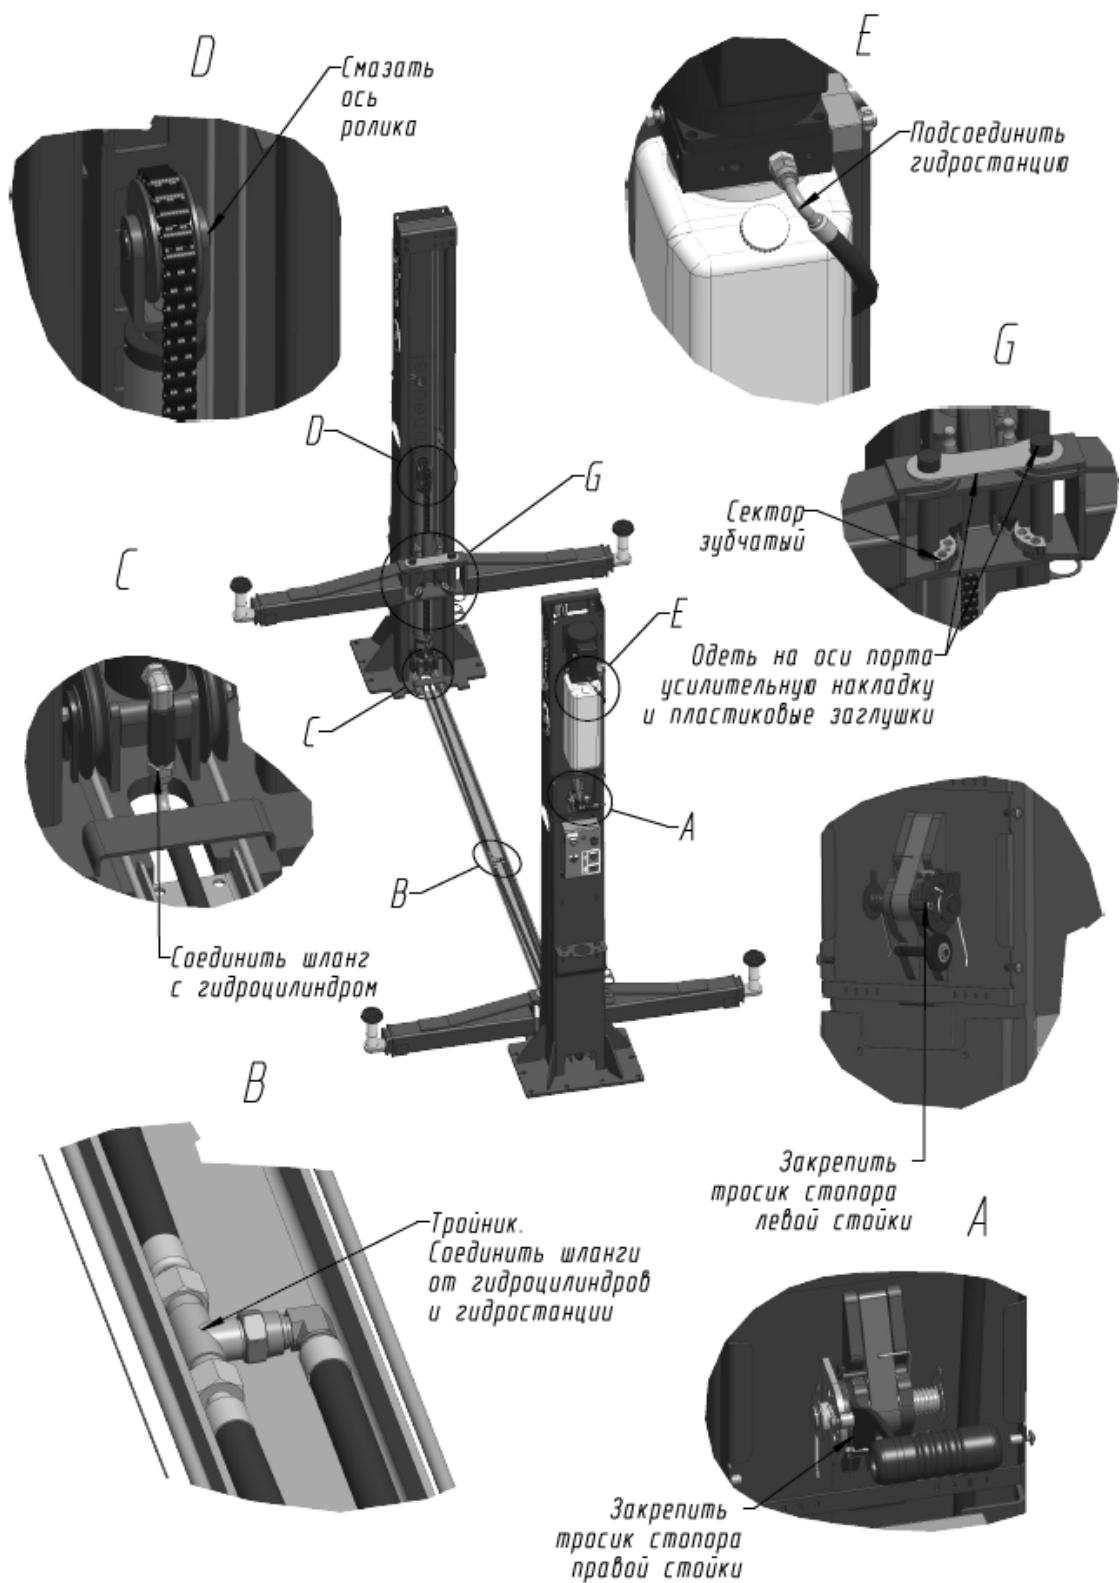

Рисунок 4 - Соединение рукавов высокого давления, точки смазки и крепление тросика стопорения.
6.5 Установить тросик системы стопорения (см. Рисунок 4). Для этого снять кожуха правой и левой стойки. Тросик системы стопорения зафиксировать на барабане правой стойки (см. Рисунок 4, вид А). Другой конец тросика протянуть к барабану левой стойки – вниз, затем горизонтально с использованием отклоняющих блоков и вверх (перед барабаном левой стойки закреплен еще один отклоняющий блок). Выбрать слабину тросика и зафиксировать его на барабане левой стойки.
6.12 Установить шайбы оси порта каретки 40,5x0,8. Затем установить подхваты на вваренные в каретки оси и зафиксировать, закрепив на нижней вилке подхвата зубчатые секторы. Убедиться, что подхваты опираются на шайбы оси. На оси портов кареток надеть усиливательные накладки и заглушки оси порта каретки (пластик) (см. Рисунок 4). Эксплуатация подъемника без установки секторов и накладок не допускается.